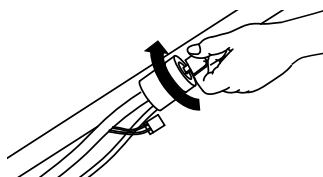
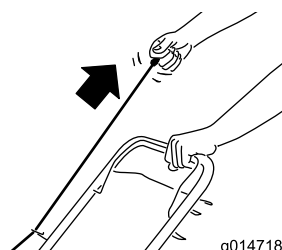

Figura 12
Figura 13
2. Gire la llave de contacto (modelos de arranque eléctrico solamente; consulte Figura 12) o tire del arrancador de retroceso (Figura 13).